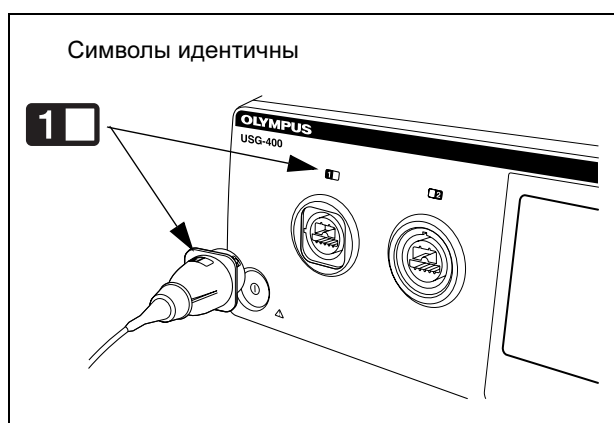

Рис. 3.8
1. Убедитесь, что символ 1 THUNDERBEAT на штекере преобразователя и гнезде для преобразователя идентичны (см. Рис. 3.8).